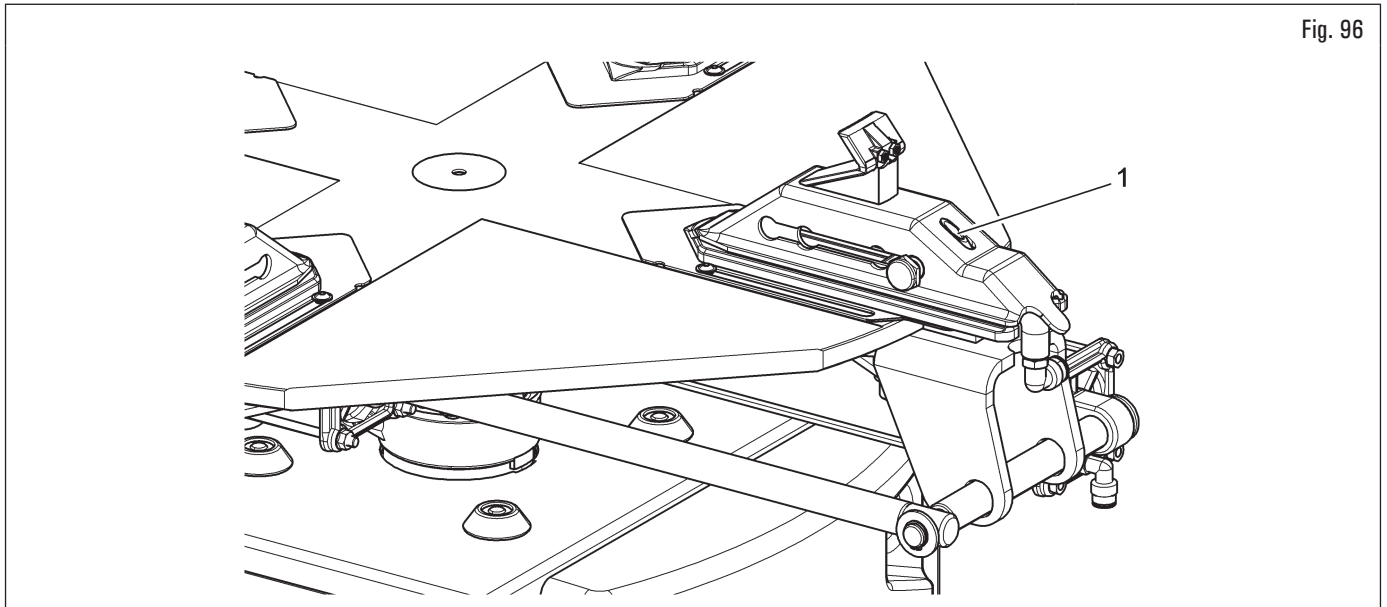

Fig. 96
El dispositivo inflatubeless abastece aire a alta presión desde el pico del mandril (Fig. 96 ref. 1) y esto favorece la ubicación de los talones contra la llanta, dando inicio al normal inflado del neumático.